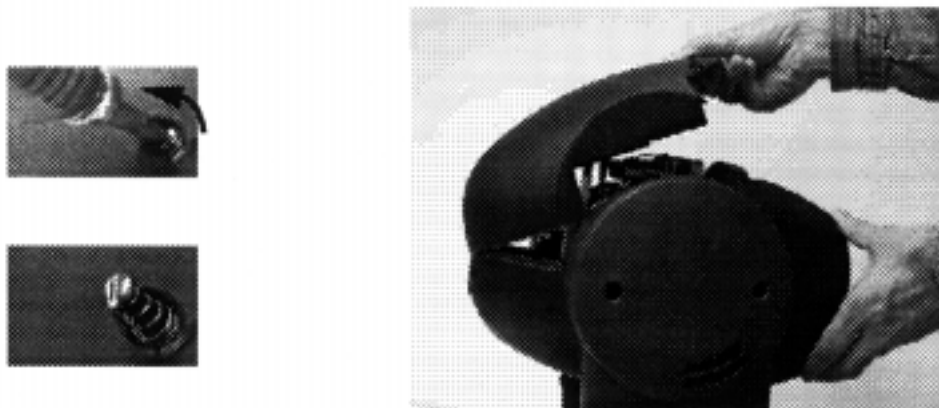

Fig. 4: apertura della testa dell'apparecchiatura
2. Rimuovere la copertura superiore della testa dell'apparecchiatura come in Fig. 4.